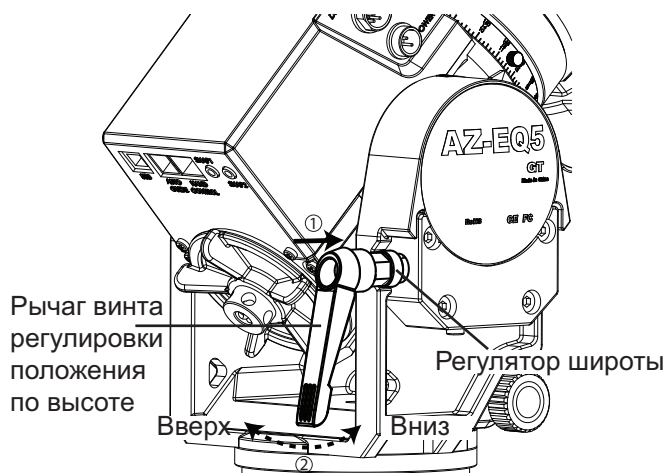

Рис. 2.3b
2. Нажмите на рычаг винта регулировки положения по высоте так, чтобы он сцепился с регулятором высоты (рис. 2.3b), затем поверните рычаг вправо или влево, чтобы установить ось прямого восхождения на нужный угол в соответствии со шкалой, расположенной сбоку монтировки (рис. 2.3с). Когда рычаг упрется и не будет дальше поворачиваться вправо или влево, отпустите его, чтобы он вернулся в исходное положение для последующей регулировки.